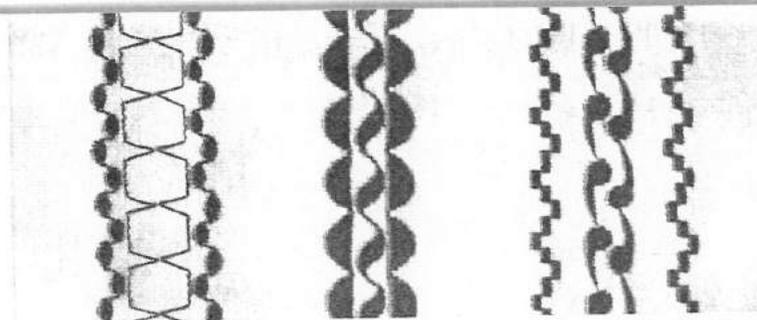

Fig. 75
- b) Combinaisons de différentes coutures, fig. 75